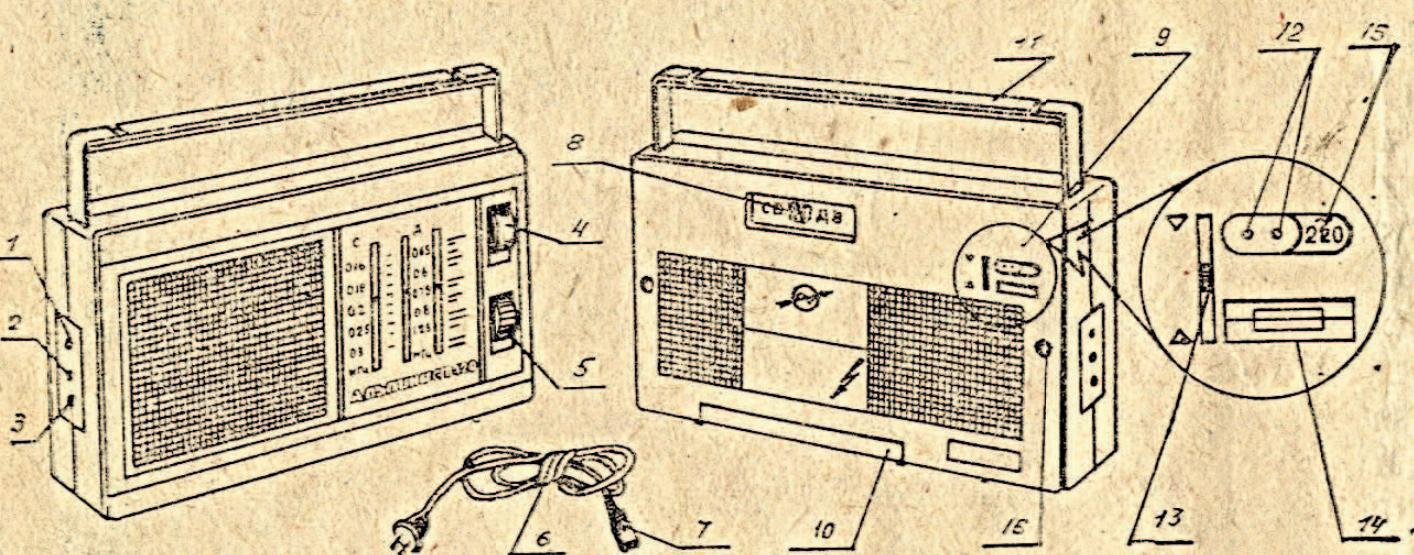

Рис. 1. Общий вид приемника с обозначением органов управления:
Приемник «Альпинист-320» предназначен для приема радиовещательных станций в диапазонах длинных и средних волн. Приемник имеет 2 диапазона волн: длинноволновый (ДВ) и средневолновый (СВ). Расположение и назначение органов управления показано на рис. 1.
Приемник будет работать от элементов питания только при закрытом окне сетевых контактов, см. рис. 1. Для того, чтобы закрыть окно сетевых контактов (15), передвигните движок держателя предохранителя (13) в нижнее положение до упора.
Перед включением приемника в сеть, см. рис. 1, подключите колодку шнура питания (7) к сетевым контактам (12) встроенного сетевого блока питания, включите вилку шнура питания в штепсельную розетку сети переменного тока. При закрытом окне сетевых контактов (15) передвиньте движок держателя предохранителя (13) вверх до открытия окна сетевых контактов. При подключении шнура питания (6) к сетевым контактам приемника (12), питание от комплекта элементов питания автоматически отключается. Для замены предохранителя отключите приемник от сети и выньте колодку шнура питания (7) из гнезда сетевого питания, передвиньте движок держателя предохранителя (13) в верхнее положение до упора. После замены предохранителя установите движок держателя предохранителя в прежнее положение.